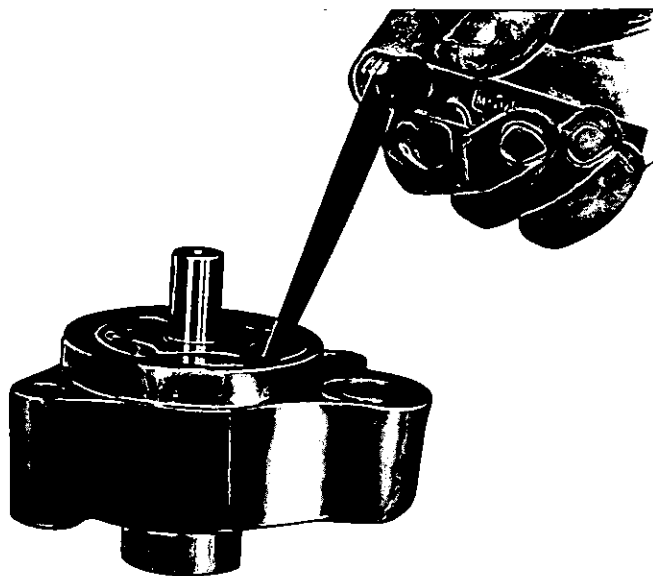

Fig. 36 - Controllo del gioco tra il rotore esterno e la propria sede nel corpo della pompa, mediante lo spessore 5.9030.270.0
- Controllare il gioco esistente tra il rotore esterno e la propria sede nel corpo della pompa, mediante lo spessore 5.9030.270.0 (Fig. 36); se il valore riscontrato dovesse superare quello riportato sulla tabella, è opportuno procedere alla sostituzione dei rotori e, se necessario, del corpo pompa.